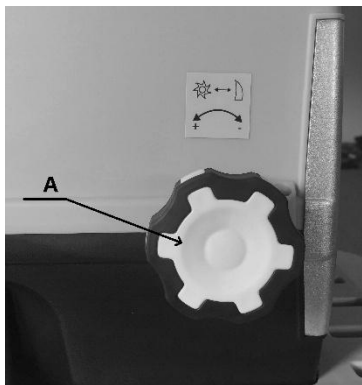

Fig. 5A
- Rodar o botão de ajuste da contraplaca (A) no sentido dos ponteiros do relógio, até se ouvir um ligeiro ruído de fricção e até que as aparas finas de alumínio caiam brevemente da calha de descarga. (Fig. 5A e 5B)